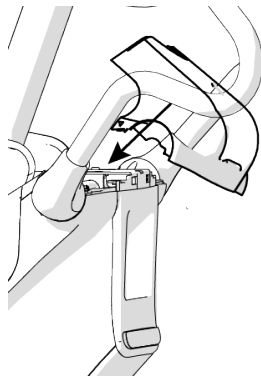

Рисунок 14
1. Разместите держатель для стакана на вершине нижней полки, убедившись, что он нижняя защелка попала в соответствующую часть полки (см. рисунок 14).